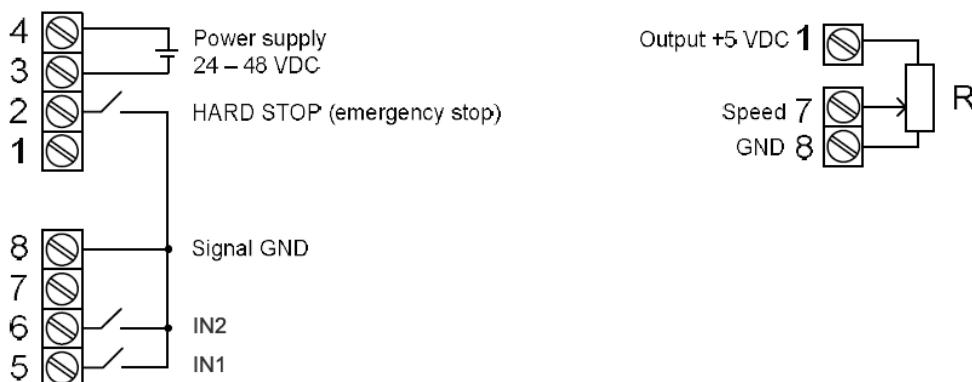

Fig.3. Collegamento dell'alimentazione e degli elementi di controllo esterni
2. Collegare gli elementi di controllo esterni secondo gli schemi di collegamento in fig. 3: